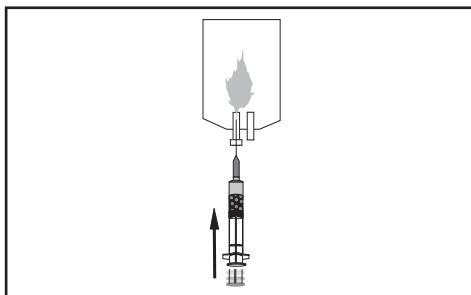

Figura 1.
- 1.4 Mientras mantiene la jeringa en posición vertical y tiene cuidado de no interrumpir el asentamiento de las microesferas, acople una aguja de filtro estéril a la jeringa. Con la aguja de filtro apuntando hacia arriba, expulse la solución de transporte (Figura 1). Asegúrese de que queda suficiente solución de transporte en el interior de la jeringa para cubrir las microesferas.